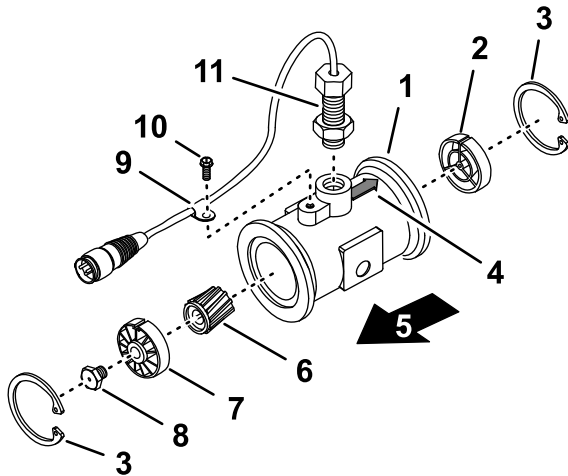

Figura 121
3. Retire o anel de retenção do lado superior (Figura 121).